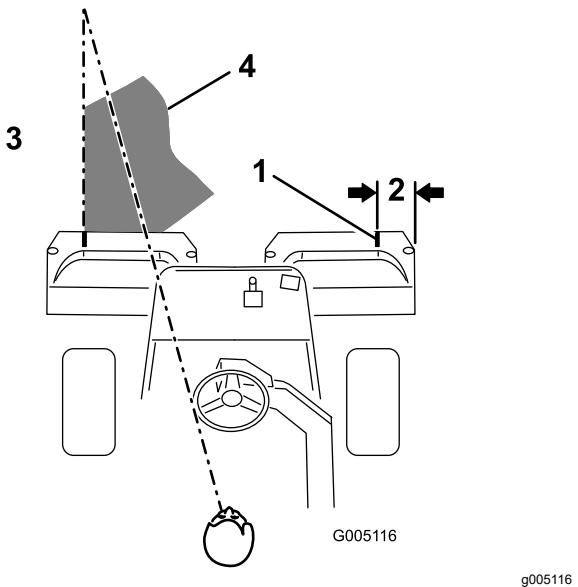

Figura 34
**Nota:** Para ayudar a mantener una línea recta a través del green y mantener la máquina a la misma distancia de la pasada anterior, imagínese una línea que va desde un punto situado a 1,8–3 m aproximadamente por delante de la máquina, hasta el borde de la parte no segada del green (Figura 34). Incluya el borde